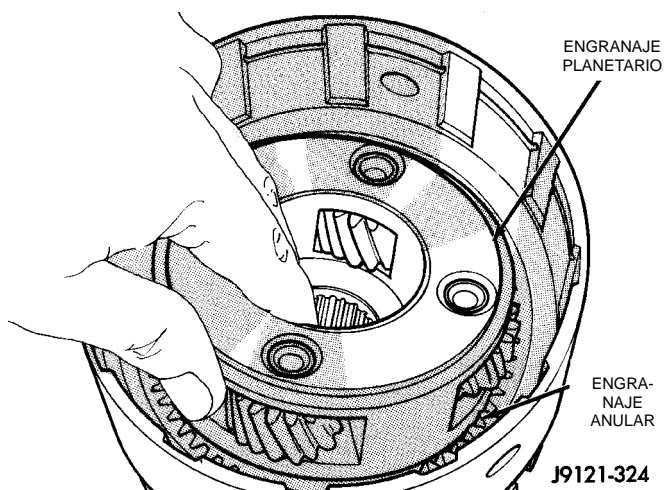
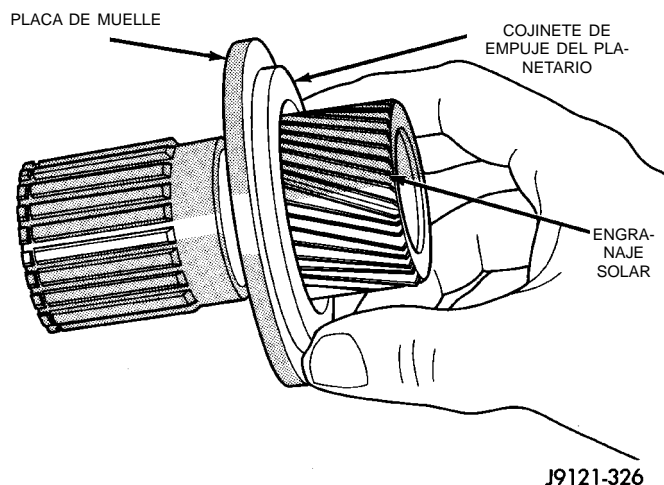

Fig. 232 Instalación del engranaje planetario
Fig. 233 Instalación del cojinete de empuje del planetario
(11) Instale el engranaje planetario en el engranaje anular (Fig. 232). **Asegúrese de que los piñones satélite estén totalmente asentados en el engranaje anular antes de continuar.**
(12) Recubra el cojinete de empuje del planetario y la superficie de contacto del cojinete de la placa de muelle con una cantidad abundante de vaselina. Esto ayudará a mantener el cojinete en su lugar durante la instalación.
(13) Instale el cojinete de empuje del planetario en el engranaje solar (Fig. 233). Deslice el cojinete en el